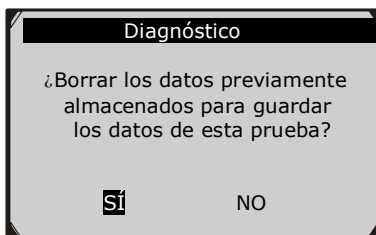

Figura 5.1
- 7) Se le solicitará borrar los datos almacenados previamente. (Figura 5.1)